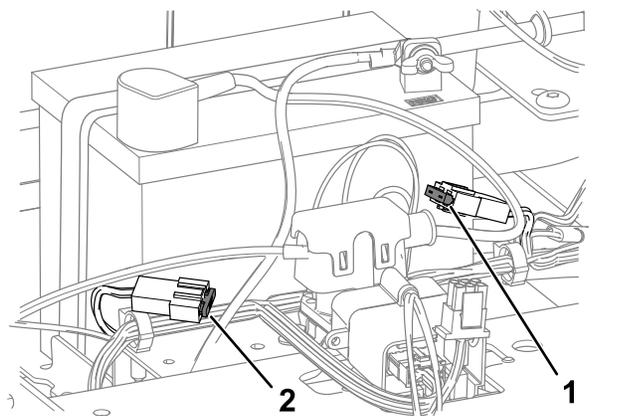

Рисунок 50
4. Чтобы заменить предохранитель, вытяните его из разъема (Рисунок 50).